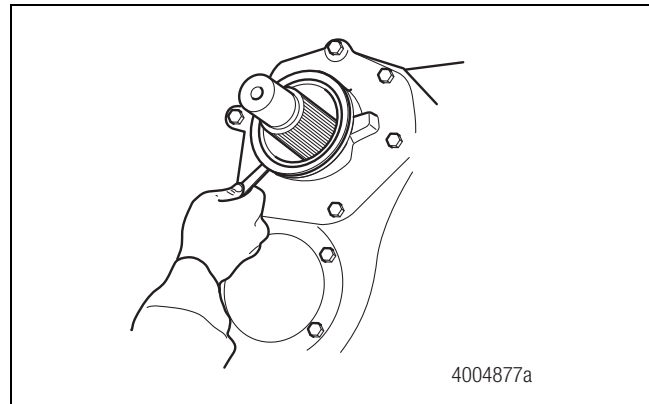

Figura 5.106
9. Use una galga para verificar la brecha del sello en las tres posiciones del eje. El sello está instalado correctamente si la brecha es de menos de 0.005 de pulgada (0.127 mm) alrededor de la circunferencia del canto del sello. Figura 5.106.